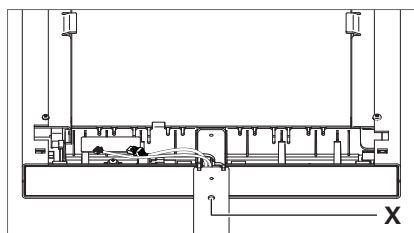

Fig. 11: Regolazione dell'inclinazione.
- Sollevare la testa della lampada per orientarla in senso verticale e stringere a mano la vite di regolazione **X** in senso antiorario contro il tubo di supporto, vedi Fig. 11.